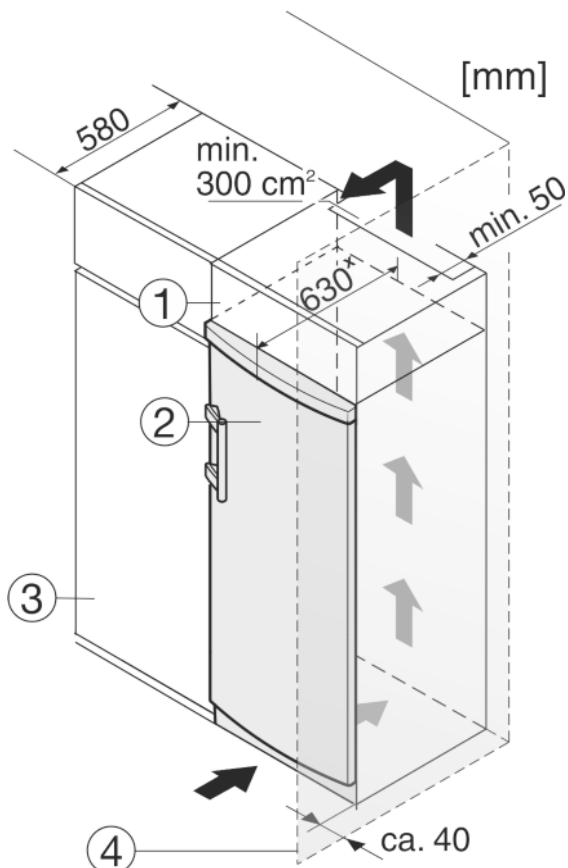

Fig. 9
- (1) Дополнительный шкафчик (3) Кухонный шкаф
(2) Устройство (4) Стенка
Устройство может быть окружено предметами кухонной обстановки. Чтобы уравнять устройство Fig. 9 (2) по высоте с кухонной стенкой, можно установить над устройством соответствующий дополнительный шкафчик Fig. 9 (1).
При комбинировании с кухонными шкафами (глубина макс. 580 мм) устройство можно установить непосредственно рядом с кухонным шкафом Fig. 9 (3). Устройство выступает сбоку на 34 мм* и по центру на 50 мм* относительно передней стенки кухонного шкафа.
Если устройство установлено на шарнирах у стены Fig. 9 (4), то расстояние между устройством и стеной должно быть не менее 40 мм. Настолько выступает ручка при открытой дверце.